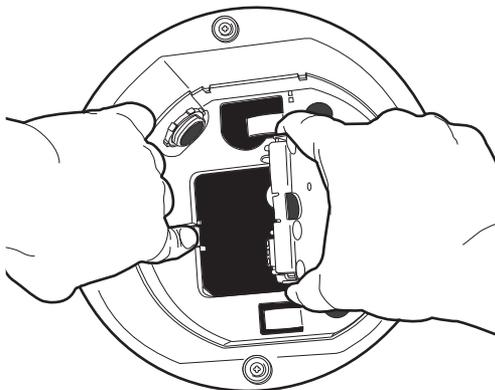

Figura 7. Portezuela de caja posterior
1. Abra la portezuela abisagrada de la caja posterior, para lo que deberá oprimir la ficha de cierre hacia la pared de la unidad y levantar la portezuela hasta que quede abierta (consulte la Figura 7).